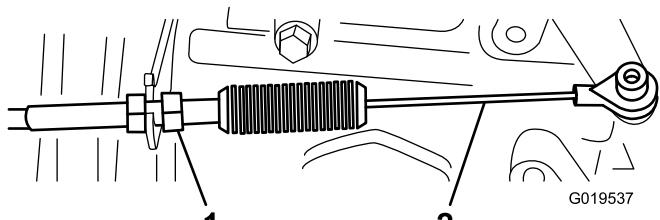
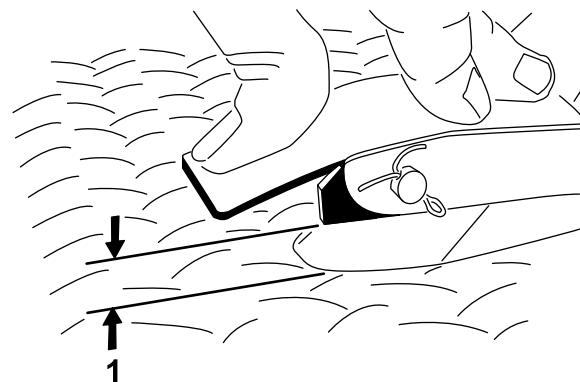

図 67
図 68
2. ペダル中央部を 11.3 kg の力で踏んだときには、ペダルと床のすきまが 2.54~6.35 mm となるようにアクセル・ケーブル（図 67）のボール・ジョイントを調整する（図 68）。ロックナットを締めつける。